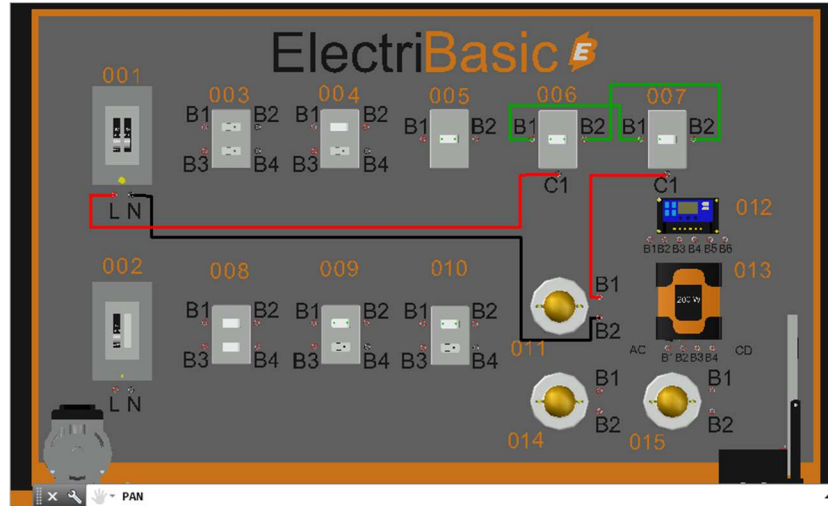

Fig.1 Conexión de apagador de escalera.
- 3.-Conectar el interruptor termomagnético 001-L con 006-C1 posteriormente 006-B1 conectarlo con 007-B2 y conectar 006-B2 a 007-B2 y conectar 007-C1 con 001-L como se muestra la Fig.1